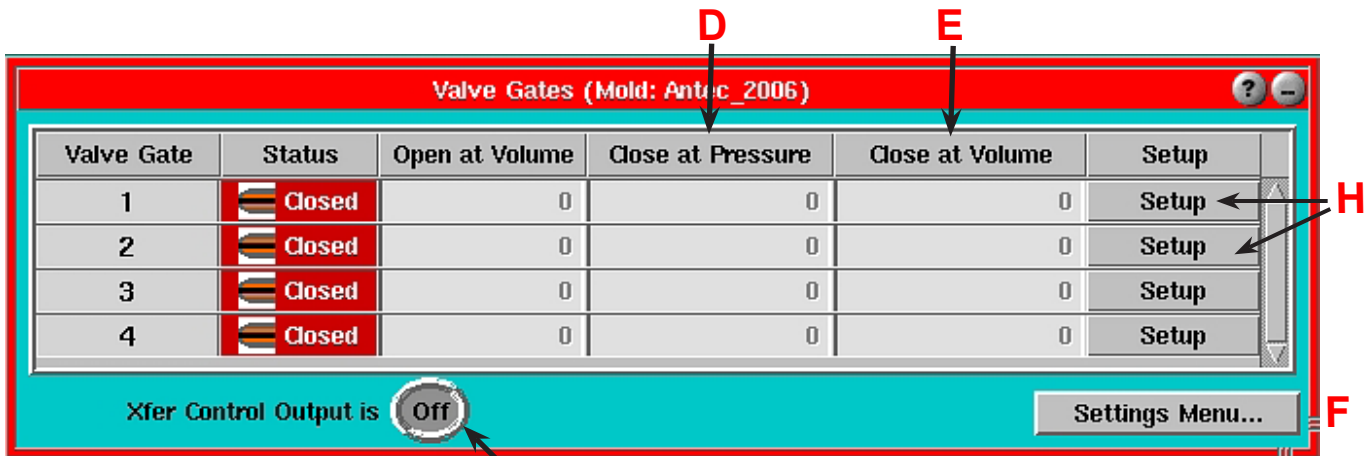

Figure 13a : outil de contrôle des obturateurs de seuils
- I. **Contrôle d'ouverture de l'obturateur de seuil** : pour faire apparaître cet écran, sélectionnez le Contrôle d'ouverture d'obturateur de la configuration (voir « H » dans la Figure 13a page 12. Ici vous pouvez choisir quand l'obturateur de seuil devrait ouvrir. Notez que vous pouvez sélectionner plus d'une option ou aucune si vous voulez garder une empreinte fermée pendant la configuration du processus.